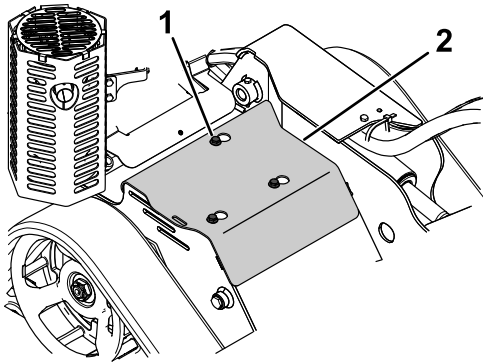

Bild 23
3. Lösen Sie die 3 Schrauben, mit denen die Abdeckplatte am Rahmen befestigt ist, bis die Abdeckung nicht mehr befestigt ist (Bild 23).
1. Schraube (3)
5. Schieben Sie die Abdeckplatte in die richtige Stellung und befestigen Sie diese mit den drei vorher gelösten Schrauben, um die Abdeckplatte vor dem Einsatz der Maschine zu montieren (Bild 23).